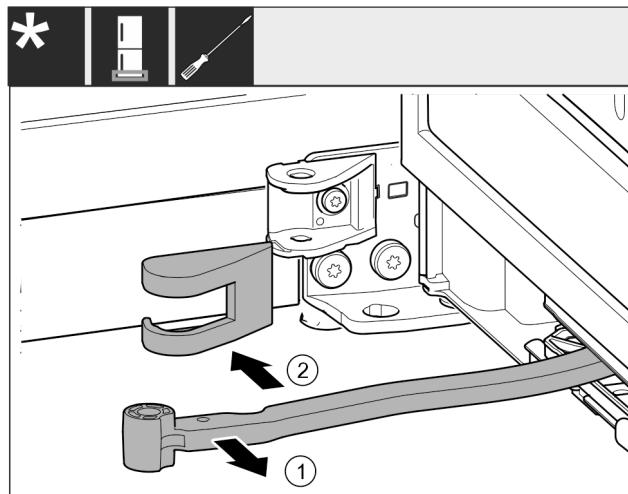

Fig. 18
► 将铰链 Fig. 18 (1)转向门的方向。
► 移除托架盖 Fig. 18 (2)。